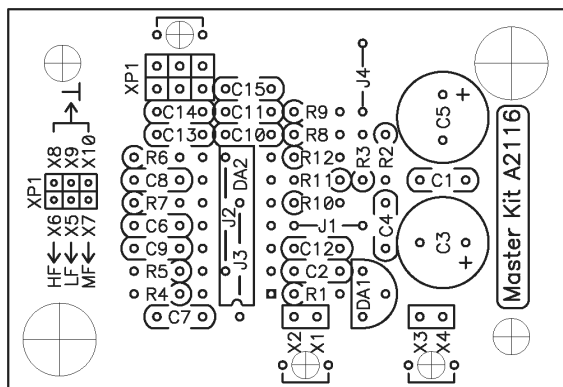

Рис.4 Монтажная схема
3. Установите все детали согласно рис.4 в следующей последовательности: сначала проволочные перемычки J1, J2, колодку под DA2, все малогабаритные, а затем остальные элементы.